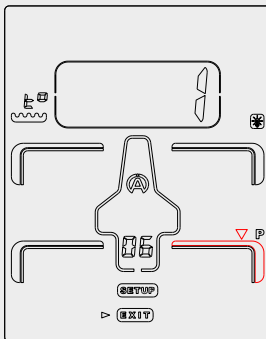
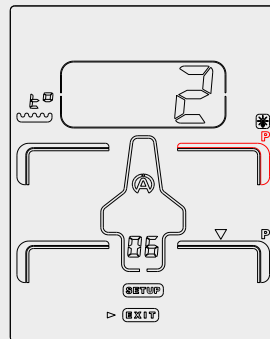

Figura 18
Figura 19
- 4) Premere il tasto centrale  per confermare la vostra scelta (figura 18).
Dopo aver confermato il 1° pneumatico, l'icona smetterà di lampeggiare, la cifra 1 compare nel « QUADRO ». Quindi, un'altra icona lampeggiante appare automaticamente, (freccia rossa, figura 18). Se quest'ultima si posiziona su un pneumatico diverso della sequenza scelta, ripetete le operazioni come spiegato prima (figura 19).